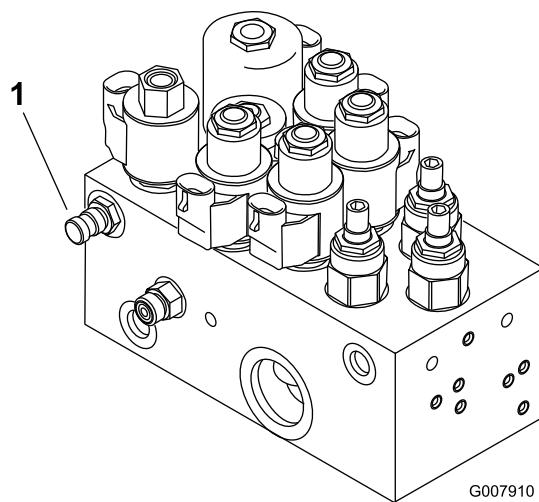
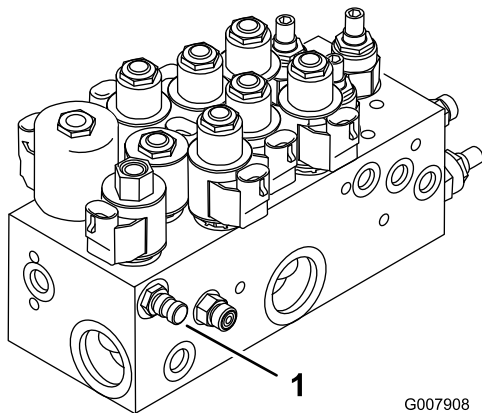

Figure 80
Figure 79
1. La prise d'essai A (Figure 79 et Figure 80) est utilisée dans les contrôles de dépannage du circuit hydraulique des vérins de levage.